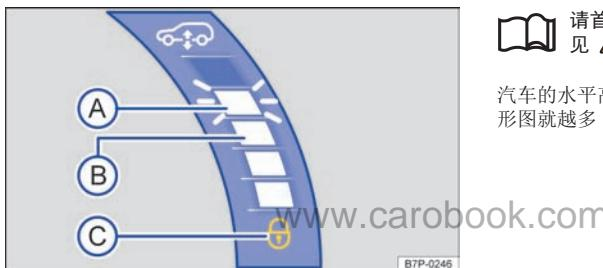
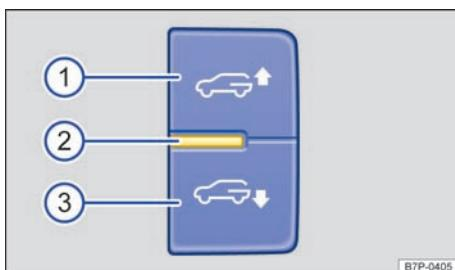

图 165 组合仪表显示屏局部视图：条形图示例
图 168 行李箱内右侧：装载模式按钮
汽车的水平高度越高，组合仪表显示屏中亮起的条形图就越多 → 图 165。
如果点火开关已接通，则在组合仪表显示屏中的块状指示条 ⇒ 图 165 下面会显示一个符号，并且会发出一个声音警告。在按住按钮 ⇒ 图 168 ① 或 ③ 和车尾降低或升高期间，此显示一直闪烁。
- 如果指示灯 ⇒ 图 168 ② 熄灭，则说明装载模式未激活或存在某个系统故障。